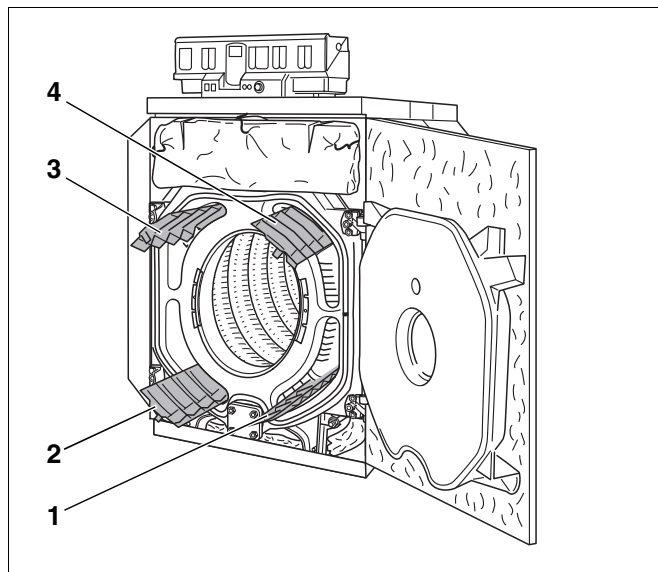

Fig. 72 Scoaterea plăcilor de dirijare a gazelor fierbinți
- Se scot plăcile de dirijare a gazelor fierbinți, spre față, din canalele de fum (fig. 72, **poz. 1** până la **4**).